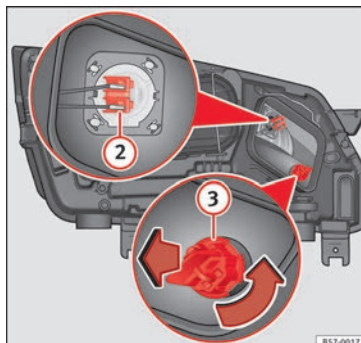

Fig. 105 Dans le compartiment moteur : ampoule des feux de route (2) et ampoule clignotante (3).
3. Appuyez sur le connecteur » fig. 105 (2) vers la gauche ou la droite et tirez.
3. Tournez le support d'ampoule » fig. 105 (3) vers la gauche puis tirez.